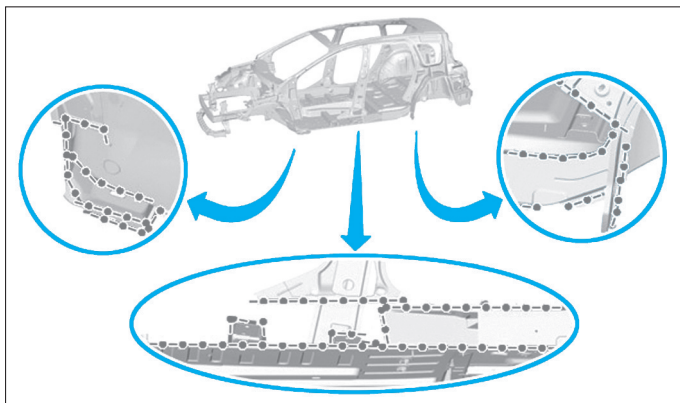

FIG. 121
- Préparer les zones d'accostage des pièces à assembler (Fig.121).